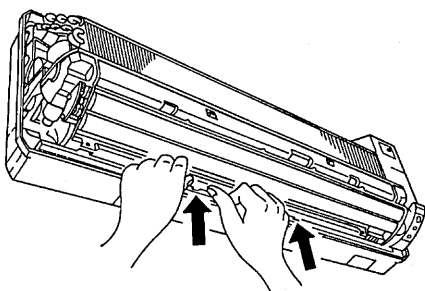

図2.
(3) ドレンパン(吹き出し枠) 下部の固定つめ2ヶ所を図2のようにして外します。